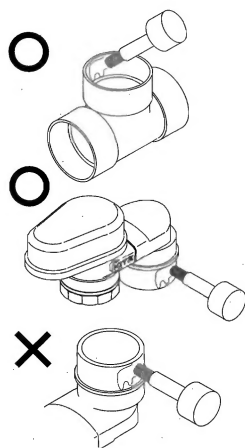

図19
- 3) 接着剤を塗布するときは、塩ビ管継手側に塗布してください。やむを得ず『通気番ぶち』側に塗布する場合は、『通気番ぶち』を垂直に立て、接着剤が内部に流入しないように十分注意して塗布してください。逆さなどで塗布して接着剤が内部に流入すると、弁体が正常に作動しません。また、はみ出た接着剤は、ウエス等で拭き取ってください。(図19)